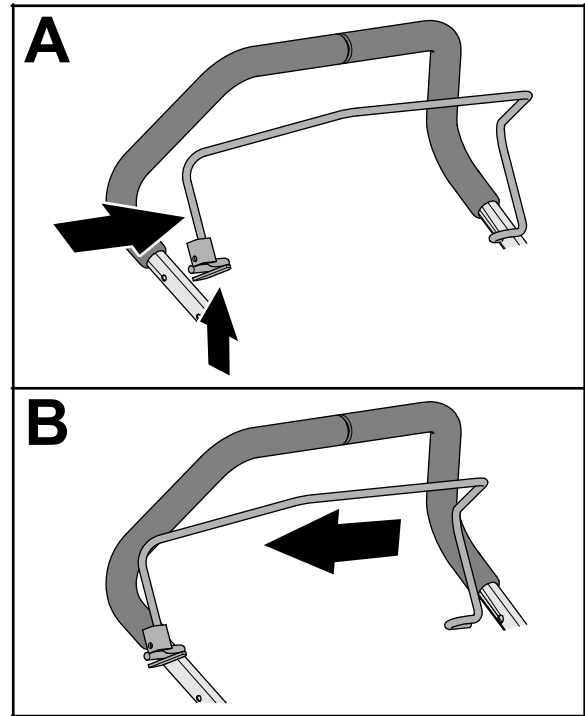

Figura 9
- Strângei piciorul manetei pentru prezenta operatorului până când îl puteți scoate de pe bara de ghidare superioară i îndepărtați maneta de la mână (Figura 9).